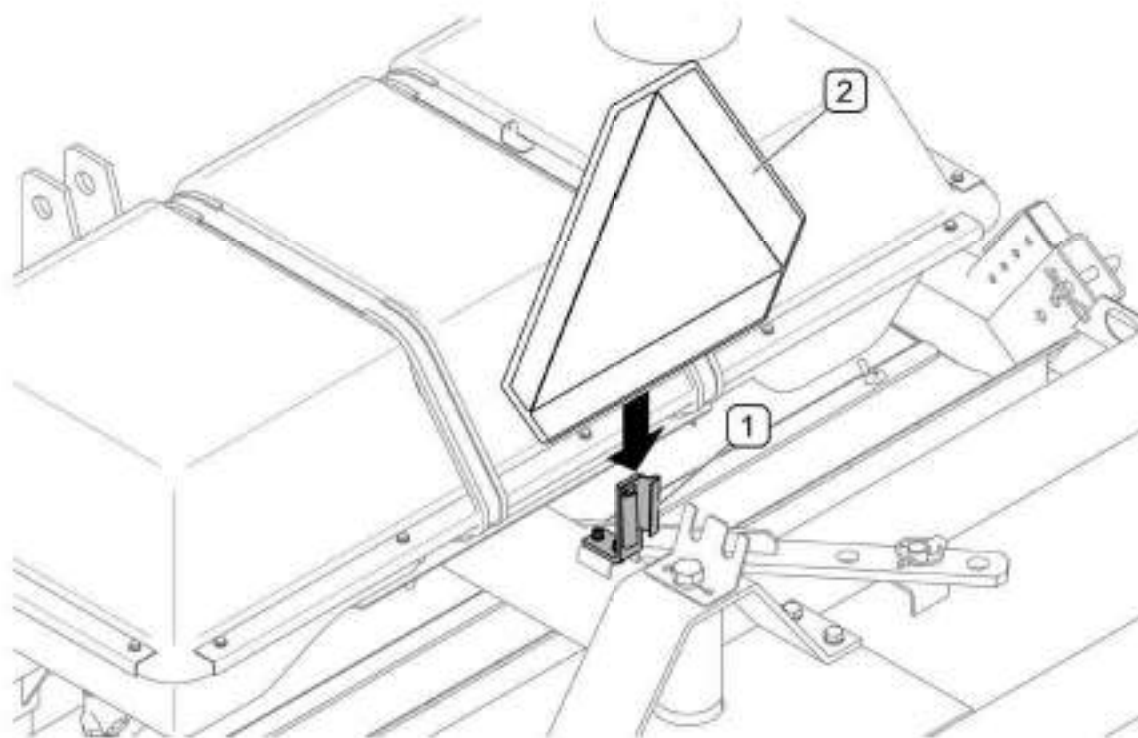

РИСУНОК 4.10А **Дополнительный кронштейн для крепления знака медленно движущегося транспортного средства**
- Если подметально-уборочная машина заслоняет знак медленно движущегося транспортного средства сзади трактора, то нужно установить знак на кронштейне (РИСУНОК 4.10А) на раме машины (опциональное оснащение).